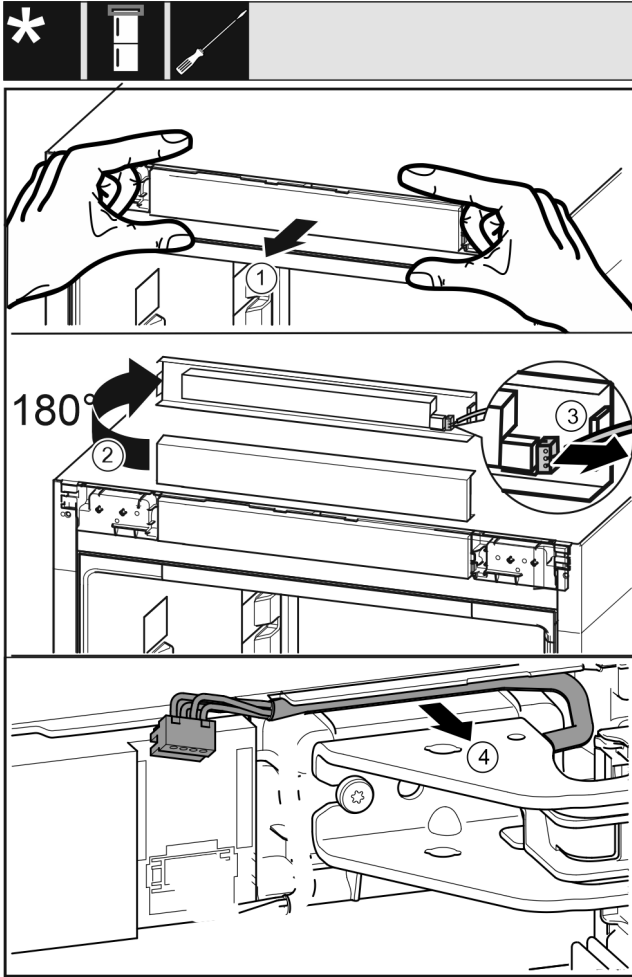

Fig. 6
- ▶ Avaa laitteen käyttöpaneeli varovasti eteenpäin vetämällä. Fig. 6 (1)
- ▶ Kierrä käyttöpaneelia 180° ylös. Fig. 6 (2)
- ▶ Paina lukitusnokkaa taaksepäin ja vedä pistoke varovasti pois. Fig. 6 (3)
- ▶ Vapauta johto varovasti laakeripukin yläpuolella olevasta ohjaimesta. Fig. 6 (4)